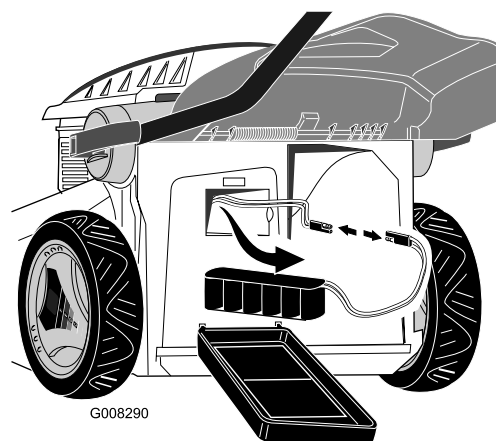

Figure 24
2. Sortez la batterie du bac, débranchez le câble de batterie du câble de tondeuse (Figure 24).